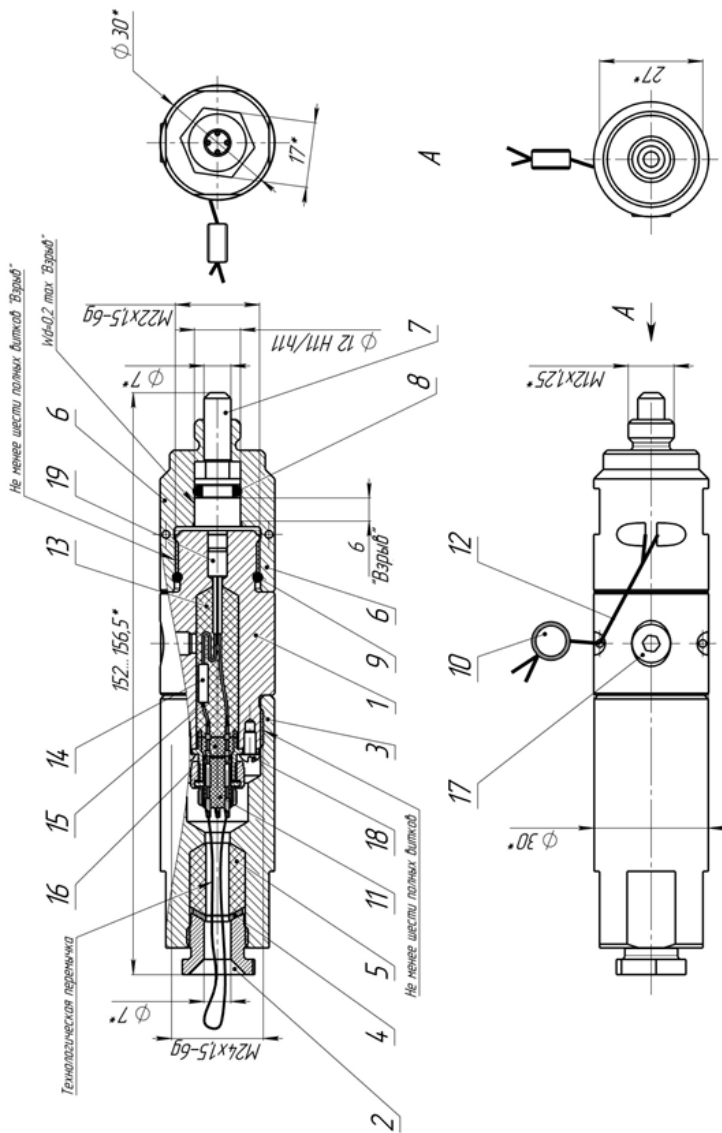

Рис. 8. Чертеж средств взрывозащиты толкателя (устройства запорно-пускового).
Взрывозащищенность МПП (см. рисунок 8) достигнута за счет следующих технических и организационных мер:
6.2. Отвинтить муфту, (поз. 3 рис. 8), вывинтив из нее гайку на 3-4 витка резьбы.
6.3. Отстыковать розетку (поз. 9 рис. 8).
6.4. Отпаять технологическую перемычку от контактов и подпаять к этим же контактам кабель, предварительно продетый через муфту с уплотнением (поз. 6 рис. 8). ***Работы по пайке проводить вне взрывоопасной зоны!***
6.5. Пристыковать розетку с припаянным кабелем к вилке, (поз. 8 рис. 8), навинтить муфту (поз. 3 рис. 8), гаечным ключом гайку затянуть до упора.